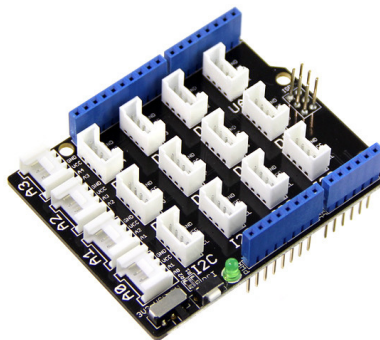

Figura 2: *Shield* base.
13. Utilizando o LED do *Grove Starter Kit*, mostrado na Figura 1 e o *shield* base mostrado na Figura 2, teste o programa desenvolvido em 12.